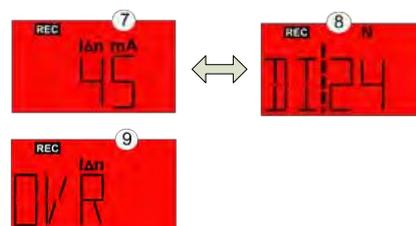

Fig. 4-5. - Schermate dopo un sgancio causato da guasto a terra
Schermata ⑦, Fig. 4-5, mostra l'ultima misura della corrente di dispersione che ha causato lo sgancio. Se la corrente è fuori range appare la schermata ⑨ invece della schermata ⑦.
Schermata ⑧, Fig. 4-5, visualizza il numero di sganci e richiuse causati dalla corrente di guasto (dispersione verso terra). Il contatore che conta il numero di sganci viene utilizzato per controllare quanti ulteriori tentativi di richiusura l'unità può eseguire.